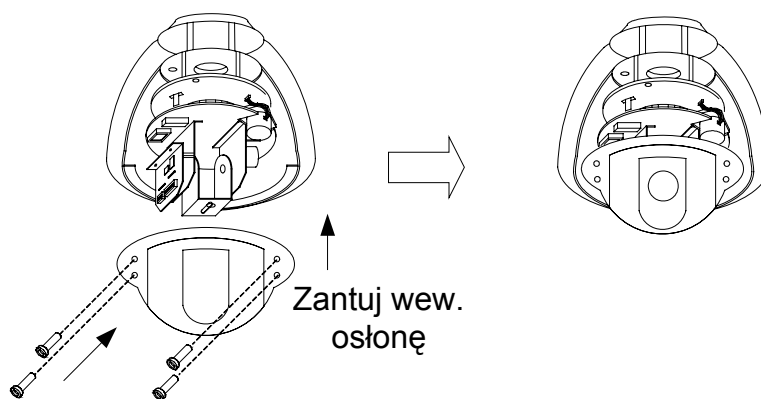

Rys.6
2. Odkręć i zdejmij zew. osłonę. (patrz Rys. 6) Uwaga: kroki 2,3,4,5 mogą być omińnięte gdy nie ma potrzeby ustawiania protokołu PTZ i adresu urządzenia